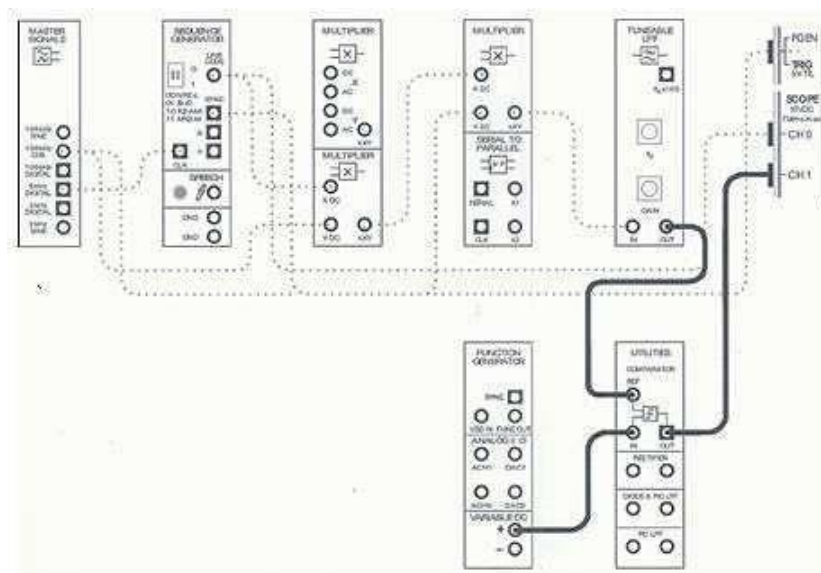

Figura 9.4
2. La salida del Filtro *Ajustable LPF* conectarla a la entrada REF del COMPARADOR, en la entrada IN de este conectar el voltaje positivo (0V) de la fuente de alimentación variable (VPS) (Figura 9.4).